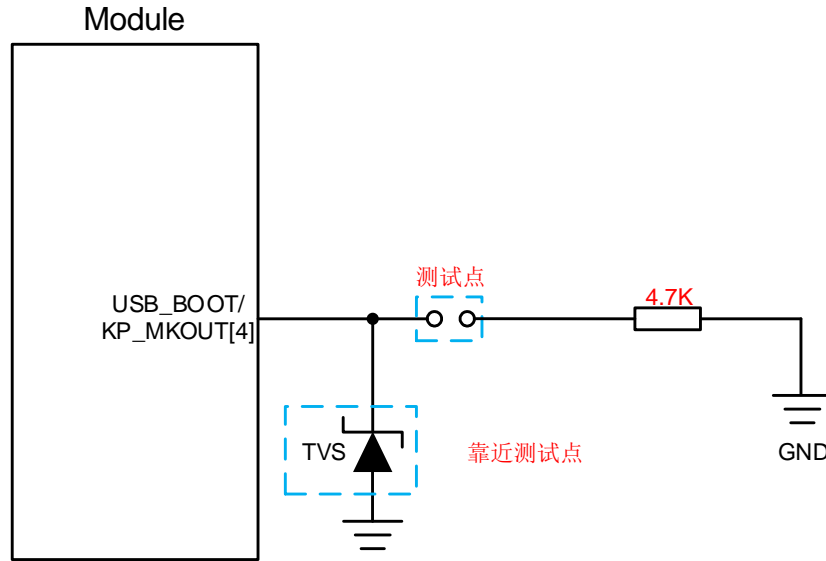

图 32: USB_BOOT 接口参考设计电路
2. 使用 MCU 控制模块进入强制下载模式时按照如上时序图进行控制。在模块开机前将 USB_BOOT 引脚下拉到 GND，模块开机时将进入紧急下载模式，手动强制下载方式按照图 32 所示短接测试点即可。